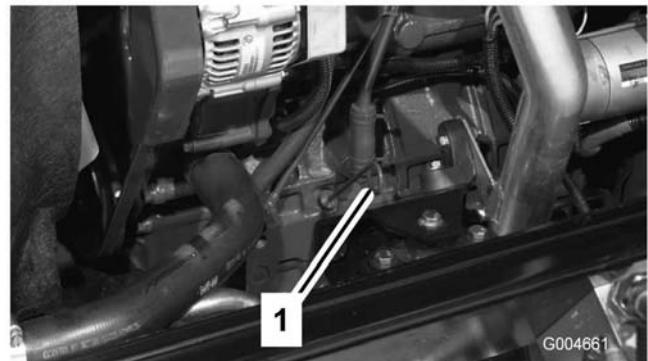

Figure 5
- Sortez la jauge, essuyez-la sur un chiffon propre, replacez-la dans le goulot de remplissage, puis ressortez-la. Le niveau d'huile doit atteindre le repère du plein (Figure 5).